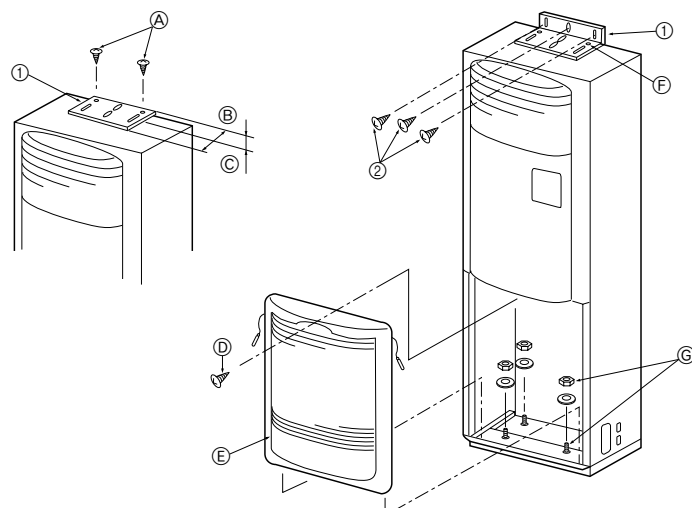

Fig. 3-2
3.2. Beslag til forhindring af væltning (Fig. 3-2)